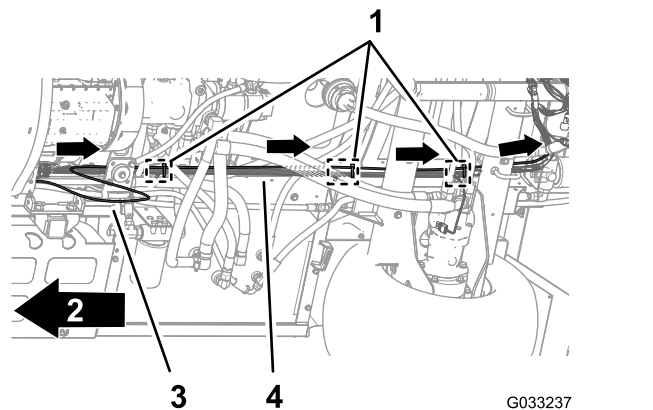

**Figure 120**
7. Pour faciliter la connexion des faisceaux électriques de navigation et de données, vérifiez que le connecteur à 1 douille et le connecteur à 4 douilles du faisceau arrière sont alignés avec le haut du faisceau (Figure 120).